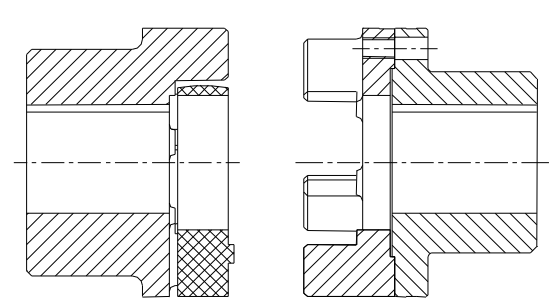

Bild 4: Kupplungseinbau
- Setzen Sie den Zahnkranz in die Nockenpartie der Nabe ein (siehe Bild 4).